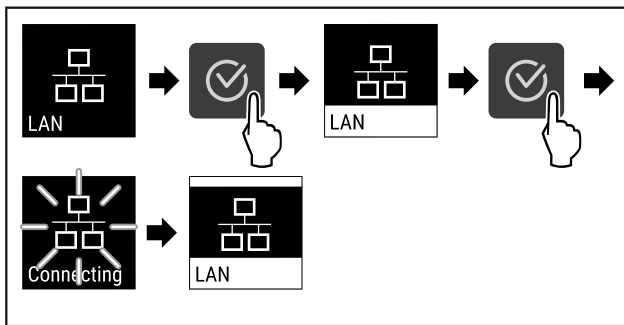

Fig. 95
- ▶ Hajtja végre a művelet lépéseit (lásd Fig. 95).